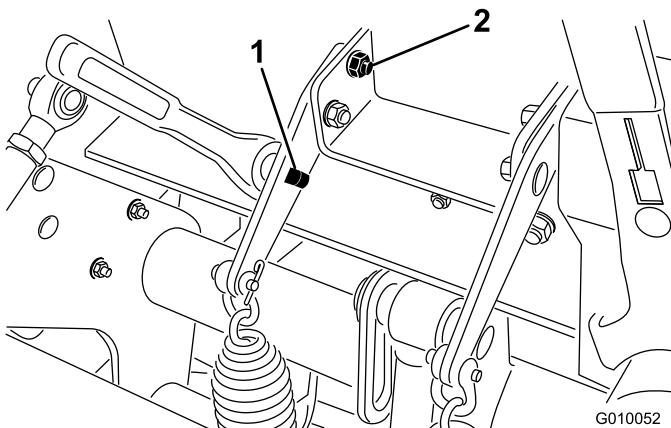

Figura 38
2. Insira uma lingueta de travamento com 1/2 pol. ou uma alavancinha no orifício quadrado na placa de molas (Figura 38).